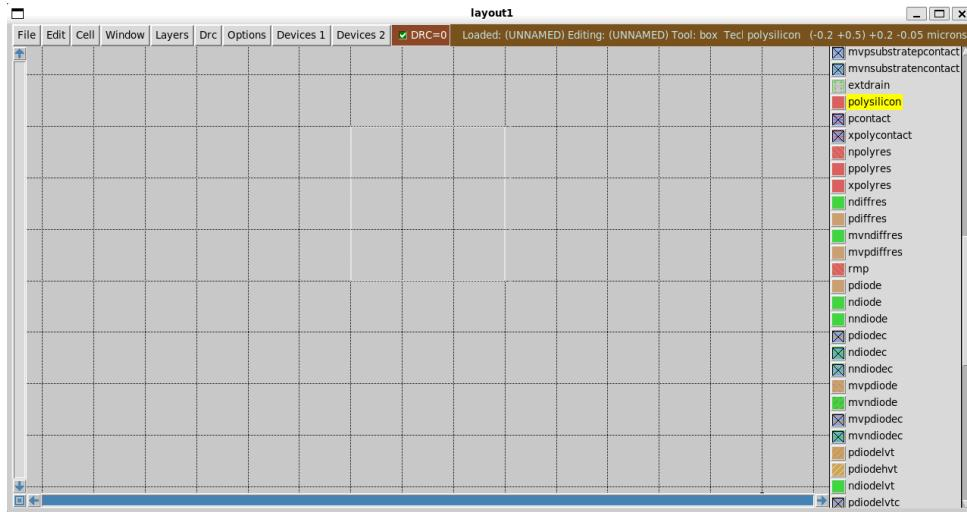

Figura 14: Selecionando uma área retangular no layout antes de aplicar o comando.
Passo 2: Selecionar a área a ser pintada Antes de executar o comando, é preciso definir a área no layout. Utilize o mouse para desenhar uma caixa de seleção sobre a região que você deseja preencher com a nova camada (Figura 14).